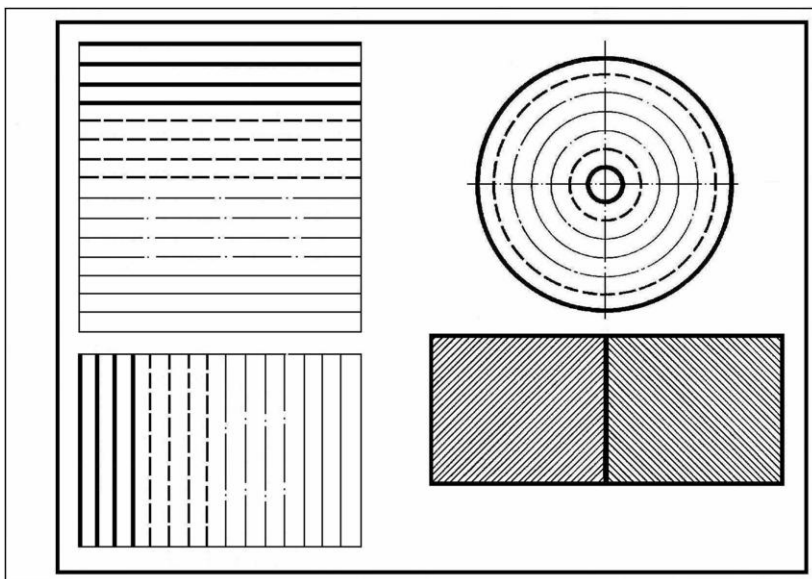
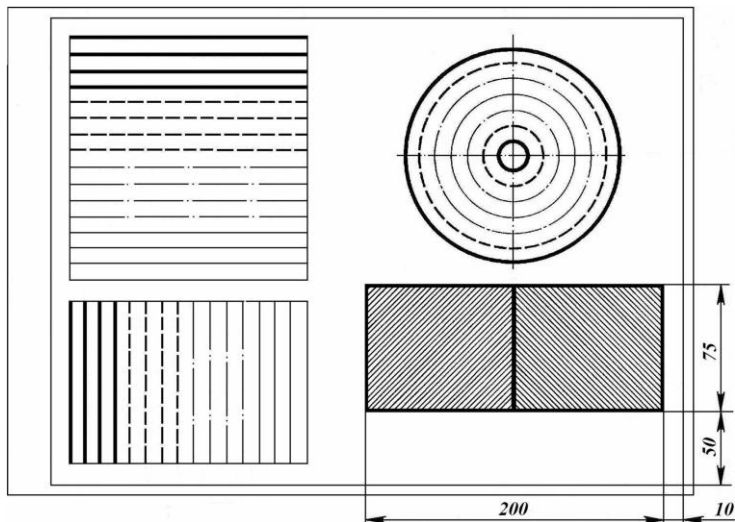

Рис.1. Пример выполнения контрольной работы «Линии»
Рис.5. Начертание наклонных параллельных линий
Первая графическая контрольная работа «Линии» выполняется фронтально. Пример выполнения контрольной работы представлен на рис.1.
1. Внимательно рассмотрите пример выполнения работы (рис.1).
5. В зоне прямоугольника твердым карандашом начертите наклонные параллельные сплошные тонкие линии. Угол наклона линий – 45° , интервал между линиями – 2 мм (рис.5). Обведите контур прямоугольника и рамку чертежа сплошной основной линией. Проверьте правильность выполнения работы (рис.1, 5).